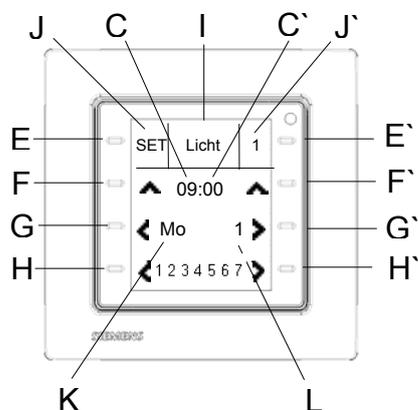

Bild: 36
Durch gleichzeitiges Drücken der Tasten (F) und (F^ˆ), für mindestens 5 Sekunden, gelangt man in die Einstellung des Wochenzeitschaltprogramms (siehe Bild 36) für die Funktion Schalten Licht.